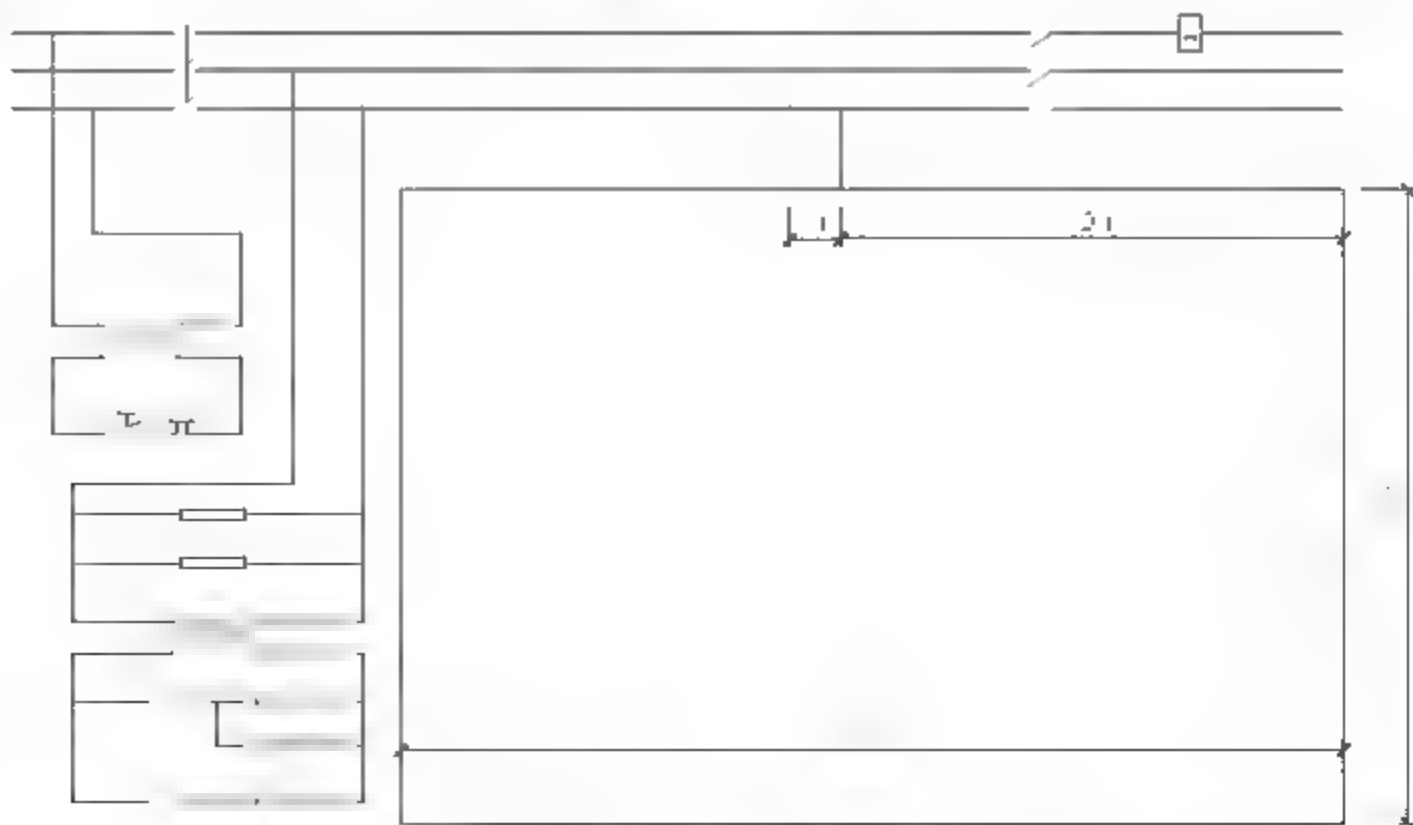

图11-28 绘制连接线路
**07** 调用L【直线】命令、REC【矩形】命令，绘制如图11-28所示的连接线路。